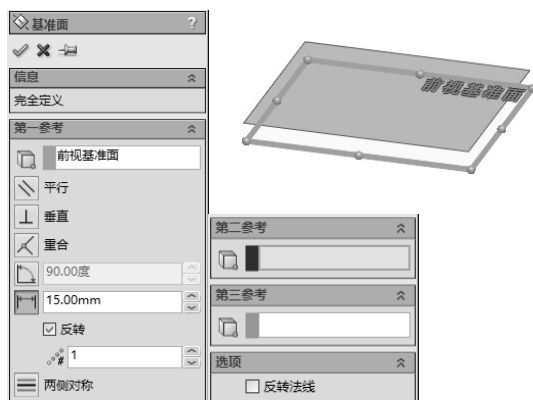

图 3-33 需绘制的草绘图形
STEP 1 新建一零件类型的文件后，选择“前视基准面”，单击“特征”工具栏中的“基准面”按钮，在打开的“基准面 1”属性管理器中设置偏移“距离”为 15mm，单击“确定”按钮，创建一基准面，如图 3-33 所示。